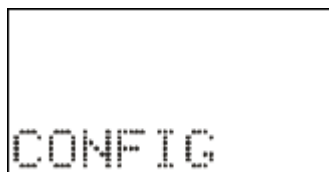

Figura 3.3: Sinalização do menu CONFIG.
c) pressionar a tecla F para acessar os menus principais de programação. O relé sinaliza entrada no menu principal CONFIG como mostrado na figura 3.3.